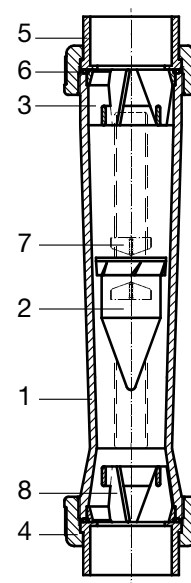

Figura 3
Antes de la instalación debe comprobarse si el tubo de medición y el flotador están limpios y libres de cuerpos extraños. En especial deben quitarse las tapas de protección contra polvo y el seguro de transporte. Si para ello deben quitarse las tuercas de racor (4) (ver figura 3), debe tomarse precaución para que el flotador no caiga involuntariamente y sea dañado. Después de ello es aconsejable controlar la libre movilidad del flotador.